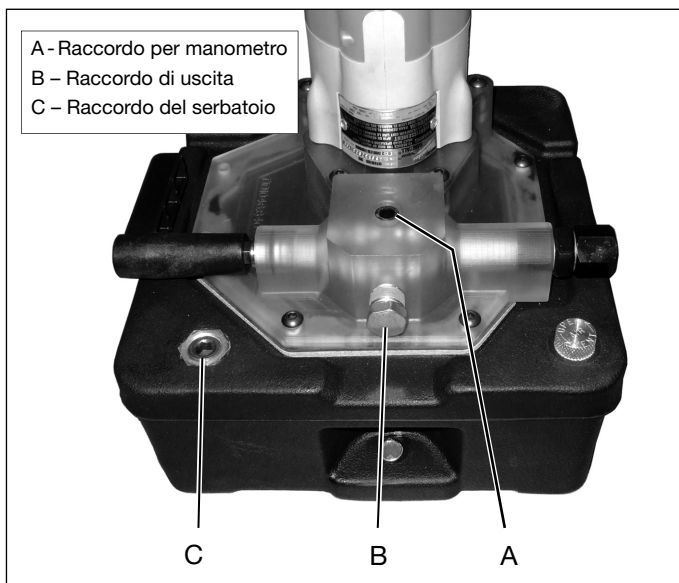

Figura 3, Raccordi e collegamenti
La pompa é intesa per l'uso solo con cilindri ed apparecchiature a singolo effetto. Fare i collegamenti come descritto nei punti seguenti. Fare riferimento alla Figura 3 per le posizioni dei raccordi (A), (B) e (C).
1. Togliere i tappi di spedizione dai raccordi (A) e (B). Vedere la Figura 3 per le posizioni.